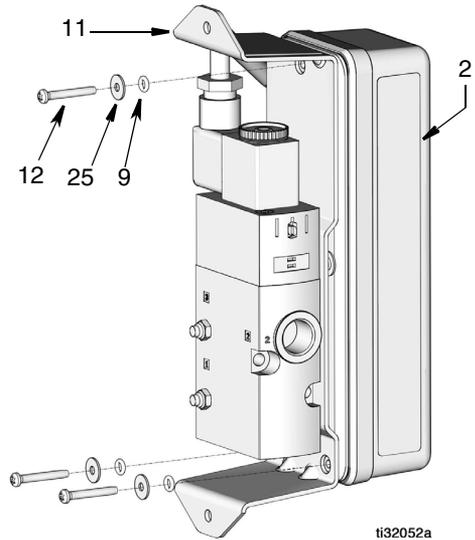

FIG. 2
3. Retire los tres tornillos (12), las arandelas (25) y las juntas tóricas (9) que sujetan la ménsula del controlador PAC (11) al alojamiento (2) (FIG. 2).